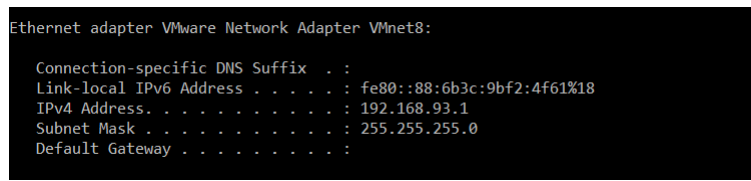

FIGURE 4 – Exemple de l'adresse ip du contrôleur de VMware qu'il faut prendre en note (IPv4 address)
- Modifier l'adresse IP dans la fonction *socket\_open* du URscript pour qu'elle concorde avec l'adresse IP du contrôleur réseau de VMware. Cette information est disponible en ouvrant un invité de commande dans la session Windows et de taper *ipconfig*. La Figure 4 représente la sortie de l'invité de commande qu'il faut remarquer lors de l'envoi de la commande *ipconfig*.